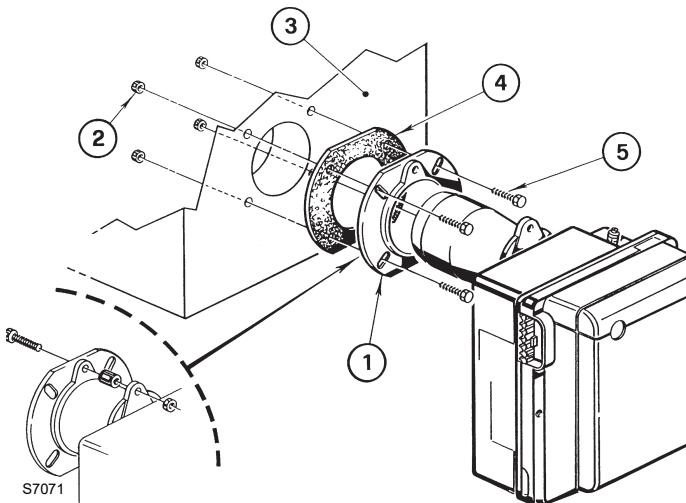

Abb. 4
- Die Schraube und die beiden Muttern am Flansch (1) montieren, (siehe Abb. 4).
- Falls erforderlich, die Bohrungen der Isolierdichtung (4) erweitern. (4).
- Mit den Schrauben (5) und (*falls erforderlich*) den Muttern (2) den Flansch (1) an der Heizkesseltür (3) **mit Isolierdichtung (4) montieren**, (siehe Abb. 4).